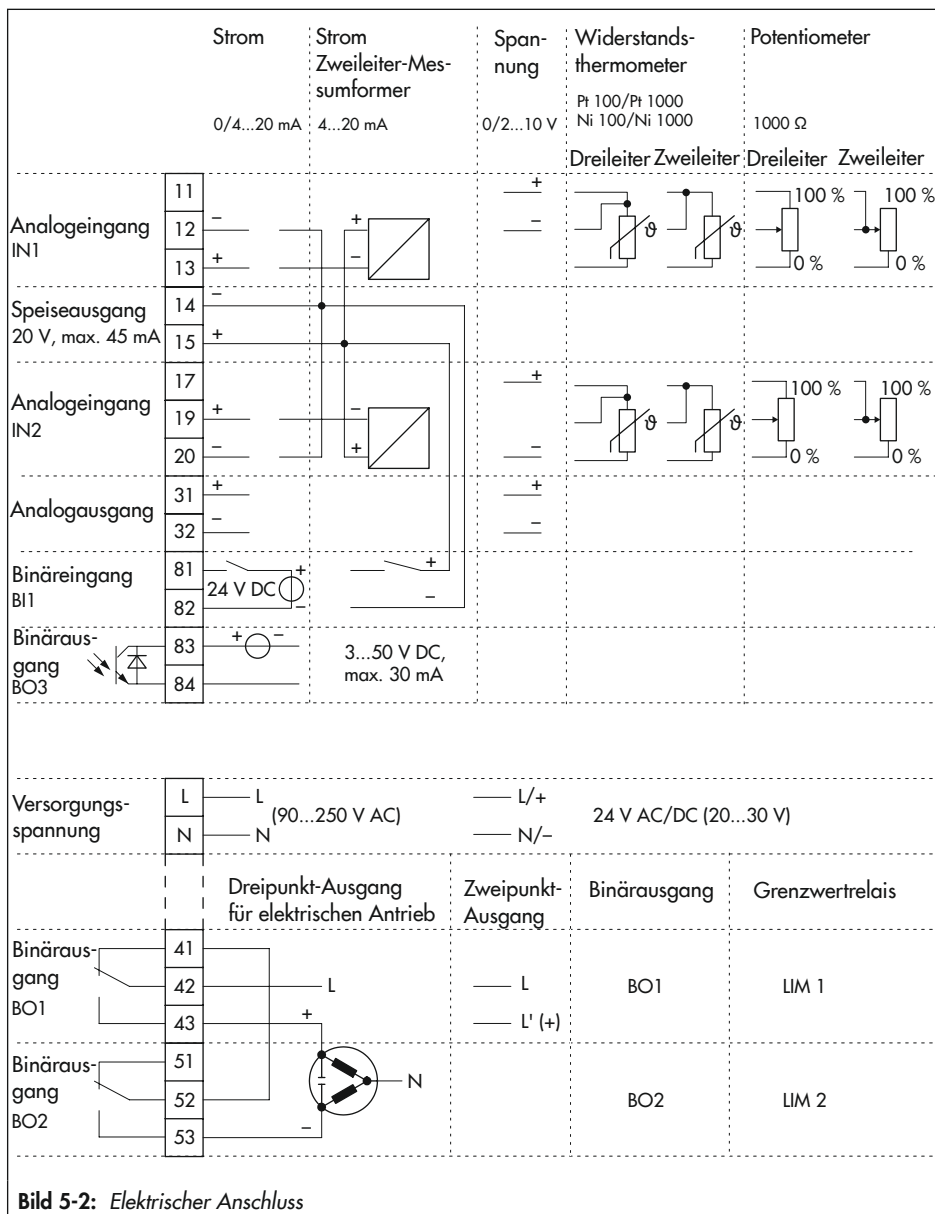

Bild 5-2: Elektrischer Anschluss
Der Kompaktregler verfügt über Steck-Schraubklemmen für Leitungen mit einem Aderquerschnitt von 0,5 bis 1,5 mm². Der elektrische Anschluss erfolgt an den Anschlussleisten 1 und 2 nach Bild 5-2).
- Beim Anschluss von Widerstandsthermometern in Zweileiter-Schaltung an den Reglerklemmen eine Drahtbrücke anschließen (vgl. Bild 5-2).